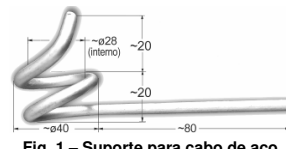

Fig. 1 - Suporte para cabo de aço
A chave **FL-518RT Ex (A)** pode ser conectada a 2 lances de até 60 m de cabo, cobrindo um comprimento de até 120 m. O cabo de aço bitola 1/8", plastificado na cor vermelha, deve ter suportes (fig.1) a cada 2 a 3 metros em toda a sua extensão. Para garantir o esticamento do cabo e permitir a detecção de cabo frouxo/rompido, tracionadores devem ser colocados nas extremidades conforme mostrado nas figuras 2 e 3.